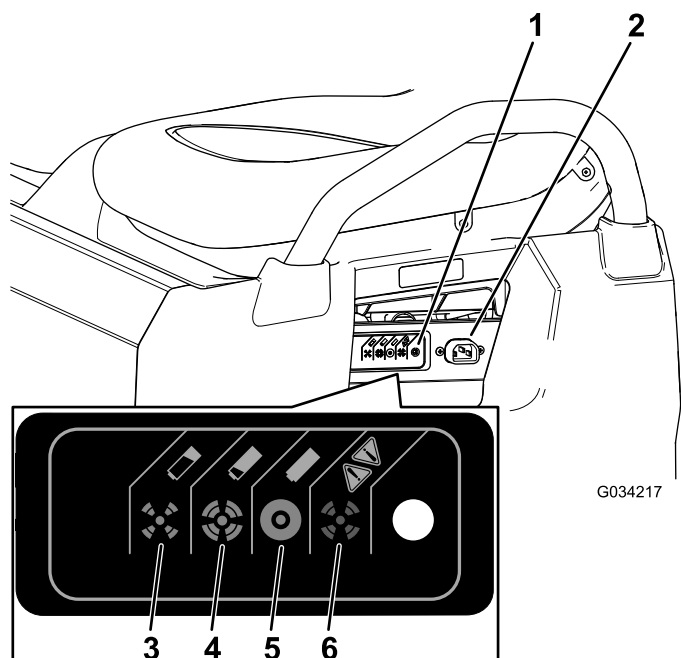

Figura 38
- Collegate un cavo di ricarica calibro **16 (o di diametro superiore)**, da **2,5 m o più corto** alla presa di ricarica sulla macchina (Figura 38).
Fate riferimento alla tabella seguente e Figura 38 per informazioni sui significati dei diversi colori della spia dello stato del caricabatterie.